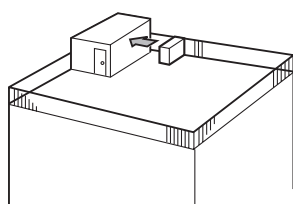

Fig. 2-4
- 1 Спрямуйте отвір для виходу повітря до найближчої доступної стіни, яка розташована на відстані приблизно 50 см. (Fig. 2-4)